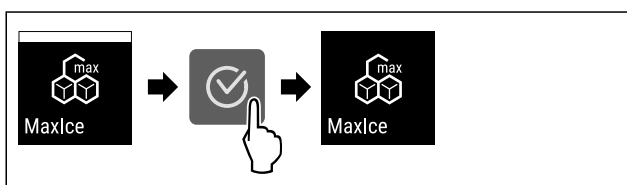

Fig. 20
- ▶ Handlungsschritte (siehe Fig. 20) durchführen.